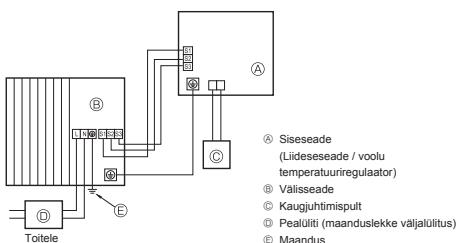
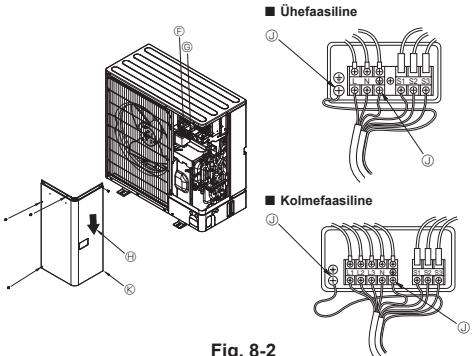

Fig. 8-1
Fig. 8-2
### 8.1. Välisseade (Fig. 8-1, Fig. 8-2)
① Eemaldage hoolduspaneel
② Teostage kaabeldust vastavalt Fig. 8-1 ja Fig. 8-2.